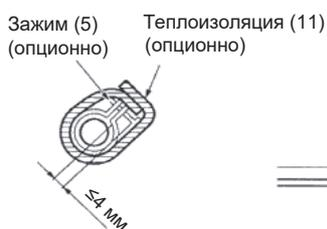

Рис. 12
- Изолировать зажим и сливной шланг изоляционной полосой 11, входящей в комплект поставки (см. рис. 12).